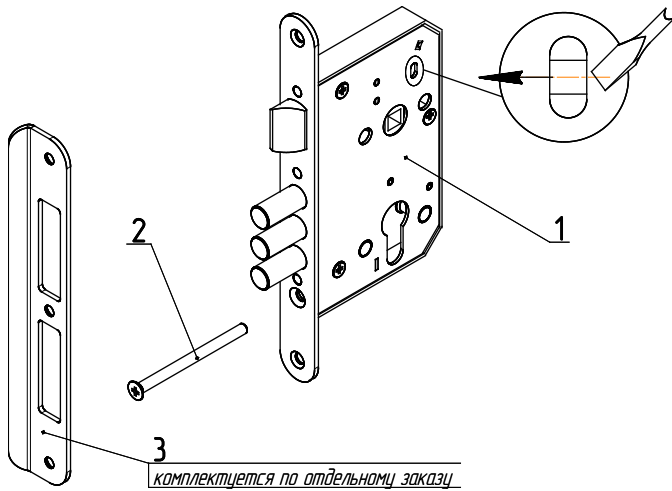

Рис.1
Комплектность замка приведена в таблице и показана на рис. 1.
4.2. Установить при необходимости защелку в соответствующее положение для правой или левой двери путем ее выдвигания из корпуса отверткой через отверстие в крышке замка и разворота на 180° вокруг своей оси (см. рис. 1).